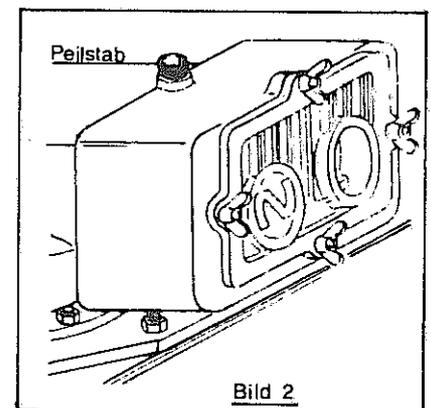

Bild 2
1.2 Der Ölstand im Getriebe muß am Peilstab (Bild 2) überprüft werden. Er muß bei waagerechter Stellung der Kreiselegge zwischen den Markierungen liegen.